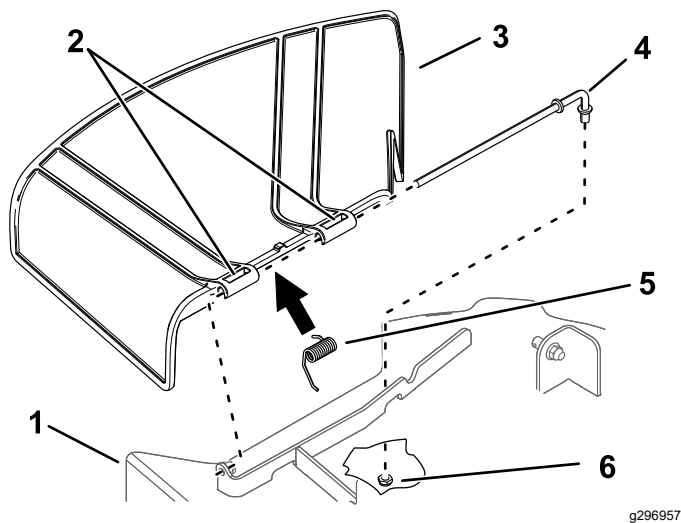

Figura 73
1. Retire la tuerca ($\frac{3}{8}$ " de la varilla (debajo del cortacésped) (Figura 73).
- Retire la varilla del soporte de la carcasa, del muelle y del deflector de hierba (Figura 73).
- Instale el deflector de hierba nuevo (Figura 73).
- Deslice la varilla por el segundo pivote del deflector de hierba (Figura 73).